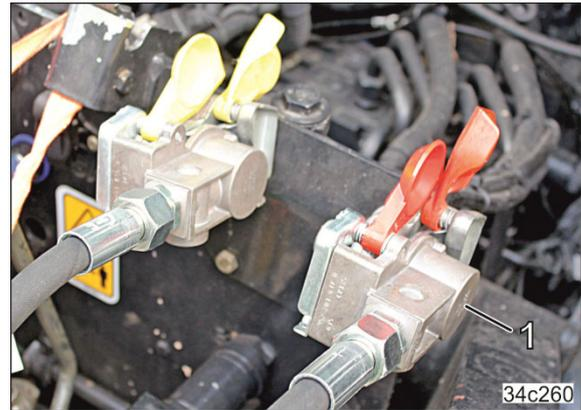

Рис. 120
2. Откройте крышку (Рис. 120/1) соединительных головок на тракторе.
5. Зафиксируйте соединительную головку тормозной магистрали (жёлтого цвета) надлежащим образом в муфте с жёлтой маркировкой (Рис. 120/2) на тракторе.